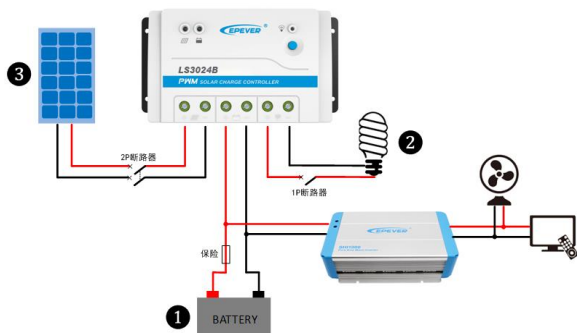

图 2 连接示意图
按照图 2 接线示意图的顺序接线，①蓄电池—②负载—③光伏阵列，如果断开系统时请按照图 2 的倒序过程③②①断开接线。